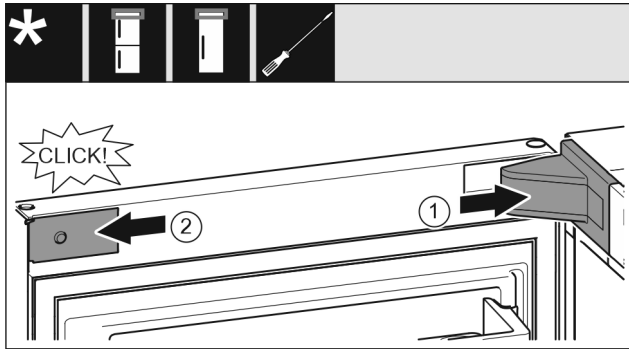

Fig. 19
- ▶ Applicare la copertura del blocco di supporto e innestarla, se necessario premere con cautela. Fig. 19 (1)
- ▶ Applicare il pannello lateralmente e innestarlo. Fig. 19 (2)